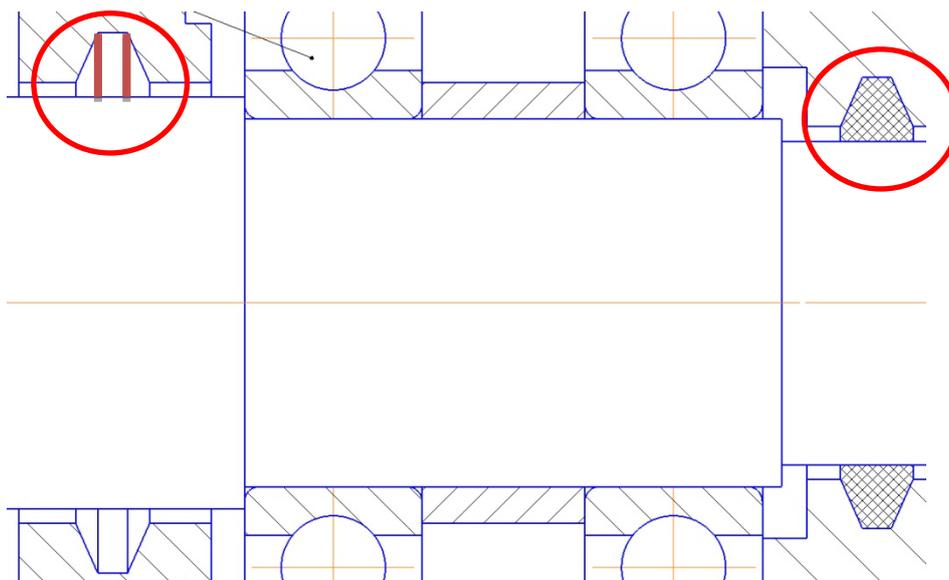

Рис. 4.69. Очистка и штриховка области уплотнений
- Выберите команду «Усечь кривую»  на панели «Правка» и очистите область уплотнений, в очищенной области выполните штриховку (тип штриховки – неметалл, шаг – 1) (рис. 4.69).